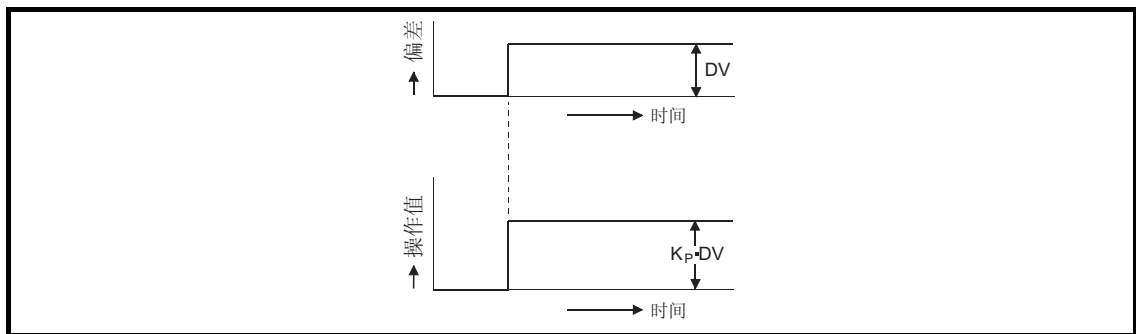

图 1.3 偏差为常量时的比例运算
(3) 当偏差为某一常量阶跃响应时的比例运算如图 1.3 所示。